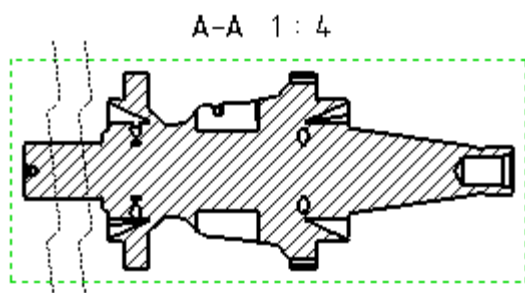

Рис. 46
- Выберите в Дереве конструирования (Property Manager) или в графической области разрез А-А и нажмите кнопку **Горизонтальный разрыв**  панели инструментов **Чертёж**, на чертёжном виде отобразятся линии разрыва (рис. 46);